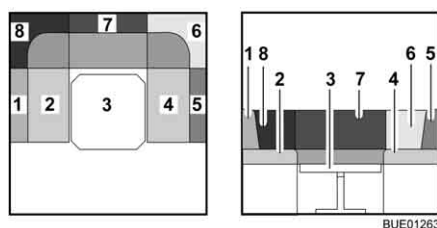

Fig. 76 Pendant la transformation
- Retirer les coussins de dossier (Fig. 76,6, 7 et 8) et les placer de côté.
- Tirer les coussins d'assise (Fig. 76,2 et 4) vers le centre de la table.